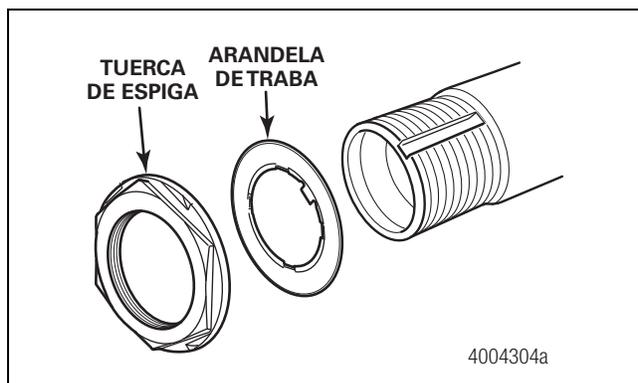

Figura 4.9
- La ferretería de retención consta de un sistema de dos piezas, incluyendo una tuerca de espiga y una arandela de retención. Figura 4.9.